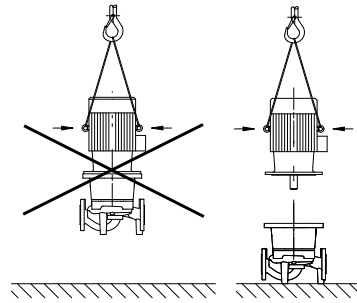

Fig. 7: A motor szállítása
- A motornál levő szállítógyűrűk csak a motor, nem pedig az egész szivattyú szállítására engedélyezettek (Fig. 7).